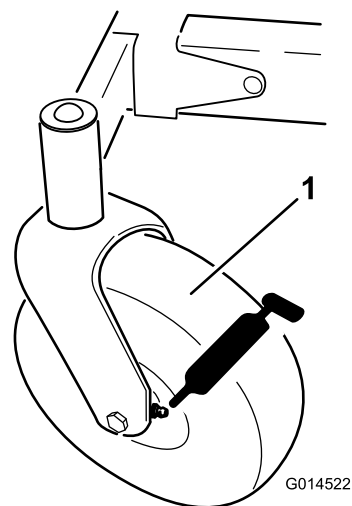
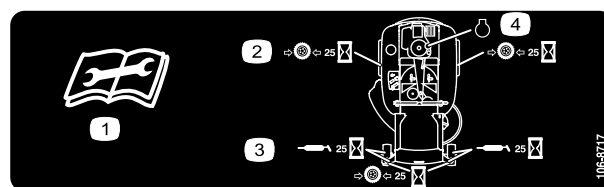

Figure 35
Figure 36
3. Nettoyez les graisseurs (Figure 35 et Figure 36) à l'aide d'un chiffon.
4. Raccordez une pompe à graisse à chaque graisseur (Figure 35 et Figure 36).